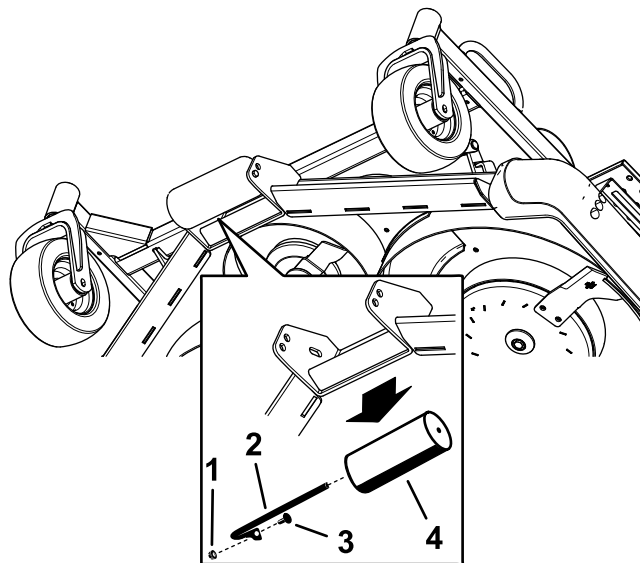

Figura 30
4. Îndepărtați arborele rolei, urubul și piulița care fixează rola pe suportul punii (Figura 30).